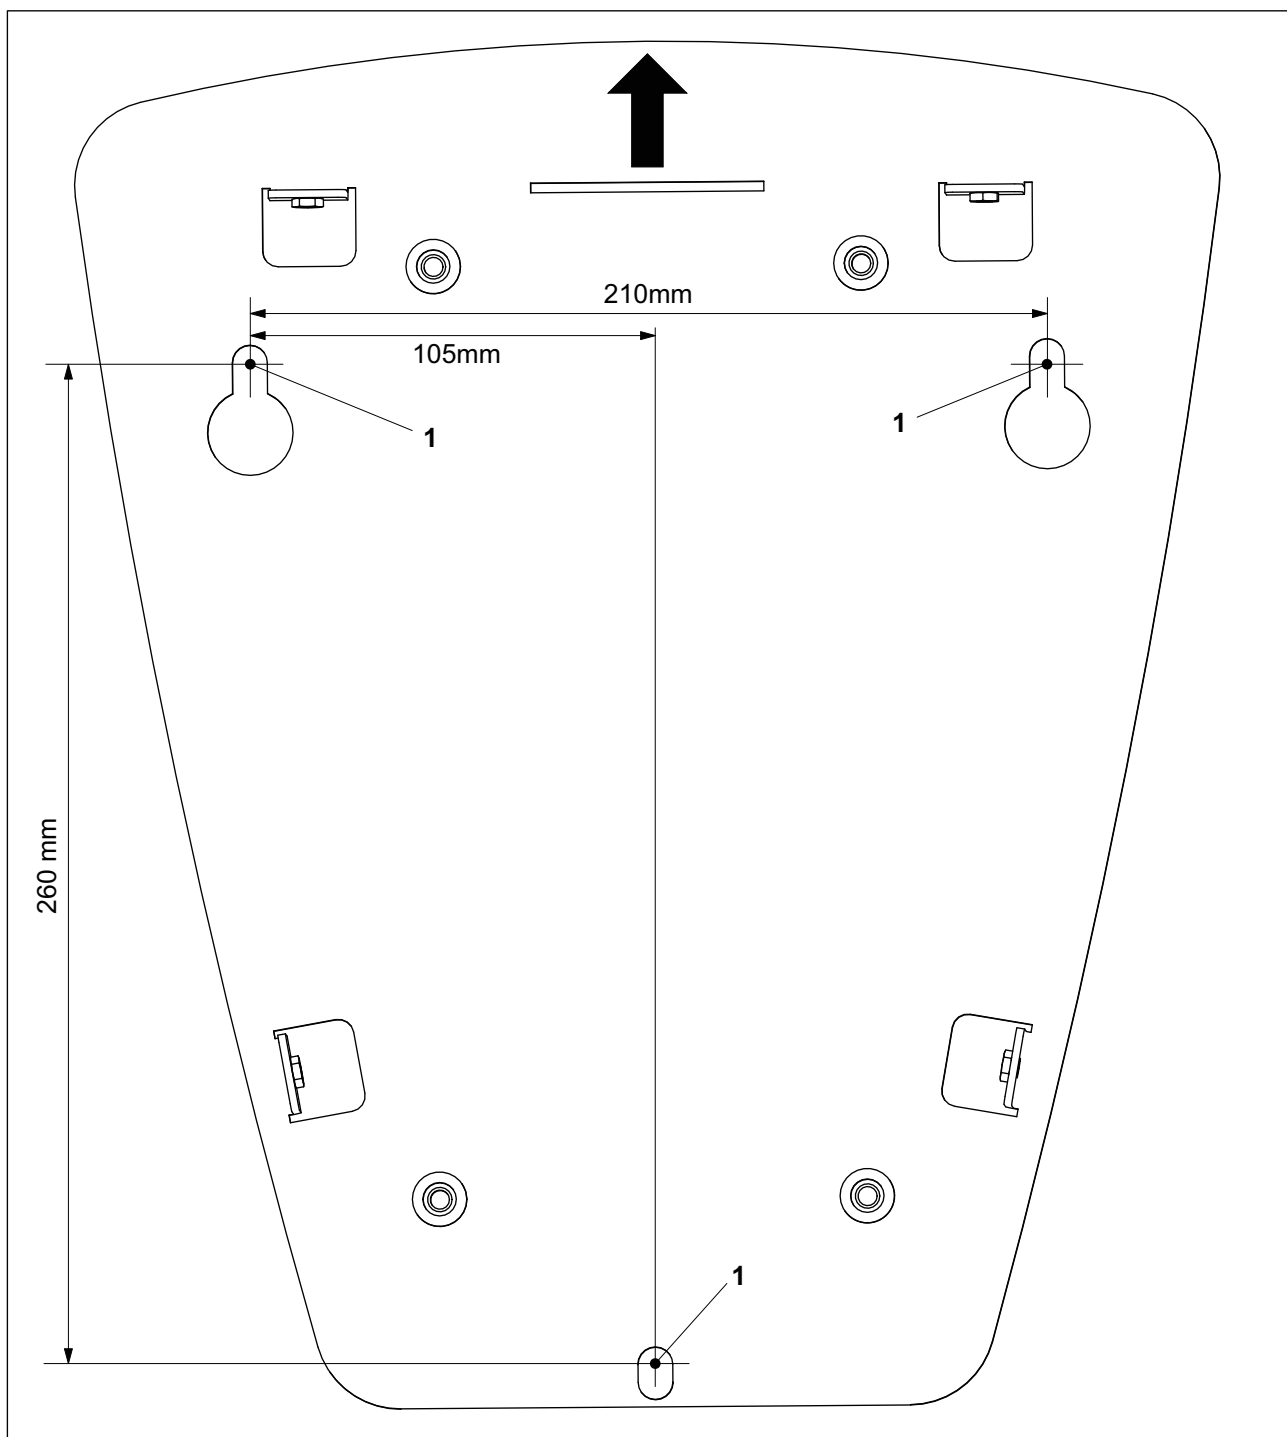

Abb. 1 Bohrplan der Wallbox Sunbraincar
1. Die drei Befestigungsbohrungen (Abb. 1/1) laut Bohrplan anzeichnen.